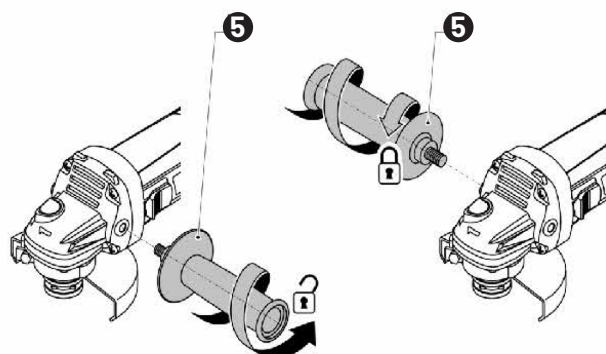

FIG. 2
Montering/afmontering (se fig. 2):
- Løsn skruen (11) med en skruetrækker (medfølger ikke).
- Monter beskyttelseskappen (4) på spindelhalsen, og sørg for, at monteringsøjet (10) flugter med rillen (se fig. 2).
- Spænd skruen (11) med en skruetrækker.